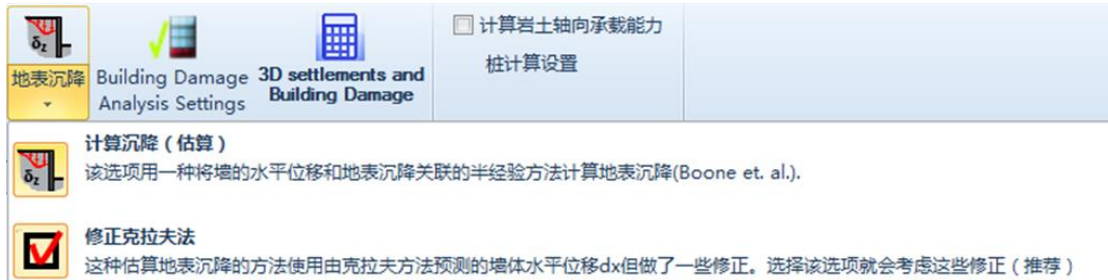

图 2.8.5 地表沉降选项列表
■ **地表沉降**: 定义是否估计地表沉降。可以选择如图 2.8.5 中的选项。单击 ，弹出计算方法选项窗口。对于极限平衡法，最原始的方法是使用克拉夫方法考虑一些修正系数计算位移。只有选择“使用修正克拉夫”选项才能激活修正系数选项。